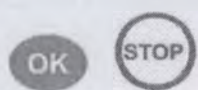

Рисунок 6-52. Установка трубки на наконечник канала А
2. Вставьте трубку калибровочного устройства в наконечник канала, подлежащего повторной калибровке (рисунок 6-52), например, А.